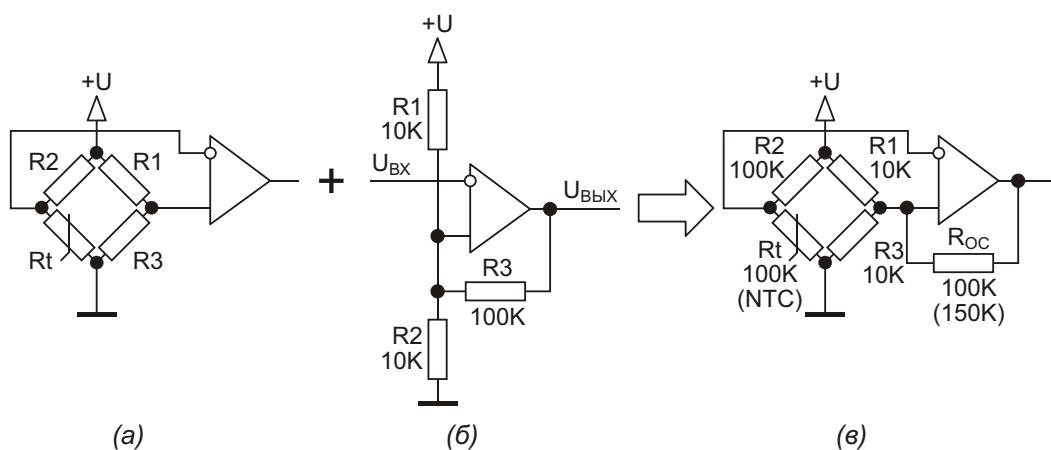

Рисунок 1. Использование моста Уитстона (а) и триггера Шmittта (б) в структурной схеме измерения температуры (в).
Для того чтобы понять принципиальную схему устройства, предназначенного для включения-выключения вентилятора в зависимости от температуры радиатора, прежде всего, необходимо уяснить, что представляет собой датчик температуры, используемый в схеме. Таким датчиком является термистор (терморезистор, термометр сопротивления и т.п.). Это полупроводниковый прибор, сопротивление которого зависит от температуры. Причем, с увеличением температуры сопротивление термистора уменьшается, или, другими словами, он имеет отрицательный температурный коэффициент (Negative Temperature Coefficient – NTC). Он так и называется: NTC-термистор, или просто – NTC. Зависимость сопротивления NTC от температуры нелинейна, поэтому, чтобы существенно линеаризовать эту зависимость, применяют классический мост Уитстона совместно с ОУ в дифференциальном включении (Рисунок 1а, [3]). Баланс такого моста наступает при условии $R2/Rt = R1/R3$, где Rt – как раз и есть сопротивление термистора. При равенстве $R1 = R3$, очевидно, что порог переключения в схеме Рисунок 1а будет составлять $U/2$, где U – напряжение питания. Други-
ми словами, если напряжение на инвертирующем входе ОУ ниже порога $U/2$, то выходное напряжение будет иметь высокий потенциал, равный напряжению питания U (при условии, что ОУ обладает свойством Rail-To-Rail, означающим, что он способен воспроизвести выходной сигнал в диапазоне напряжений вплоть до напряжений питания и «земли»). Если же это входное напряжение выше порога, то выходное напряжение будет иметь нулевой («земляной») потенциал. Однако если входное напряжение находится близко к порогу, то это приведет к частым переключениям. Для того чтобы избавиться от таких частых переключений, необходимо ввести в схему некоторый гистерезис. Подобным свойством, как известно, обладает триггер Шmittта, сконструированный (в том числе) на ОУ (Рисунок 1б, [3]). Это свойство триггер Шmittта приобретает за счет введения положительной обратной связи с помощью резистора R_3 . Размах напряжения гистерезиса в этой схеме составляет [3]:
Если теперь объединить схемы Рисунок 1а и Рисунок 1б или, другими словами, ввести положительную обратную связь R_{OC} в схему 1а, то получим схему уже с гистерезисом (Рисунок 1в), которая является основой для принципиальной схемы устройства. Из уравнения (1) следует, что для схемы Рисунок 1в при фиксированных значениях R_1 и R_3 и при их равенстве $R_1=R_3=R_g$ размах напряжения гистерезиса $U_{\text{гист}}$ будет определяться (при заданном U) отношением $R_g/2R_{\text{OC}}$: чем оно меньше, тем уже гистерезис.
Здесь необходимо отметить, что все предыдущие рассуждения касались только электрических параметров схем (в основном, напряжений), а как обстоит дело, когда имеется реальная температура, и как при этом условии будет работать схема? Для этого необходимо произвести градуировку схемы (см. далее), или, другими словами, подобрать номинал резистора R_2 (Рисунок 1в) таким образом, чтобы при превышении температурой верхнего порога вентиляторы включались, а при температуре ниже определенного порога – выключались.
И последнее, наиболее важное свойство схемы Рисунок 1в, которое следует особо подчеркнуть. Как видно из этой схемы, точка соединения резистора R_2 и термистора R_t подключена к инвертирующему входу ОУ. Это означает, что при повышении напряжения в этой точке и пересечения им (напряжением) верхнего порога выходное напряжение ОУ скачком переключается в низкий уровень (потенциал «земли»), а при снижении напряжения и пересечения им нижнего порога, выходное напряжение скачком переключается в высокий уровень (напряжение питания). Кроме того, поскольку термистор подключен к нижней части плача R_2R_t и имеет отрицательный температурный коэффициент, при увеличении температуры сопротивление R_t начинает уменьшаться, и в связи с этим напряжение в точке соединения R_2 и R_t (то есть на инвертирующем входе ОУ) начинает снижаться, а при уменьшении температуры – повышаться. Из этого следует, что верхний порог температуры соответствует нижнему порогу напряжения, а нижний порог температуры – верхнему порогу напряжения на инвертирующем входе ОУ.